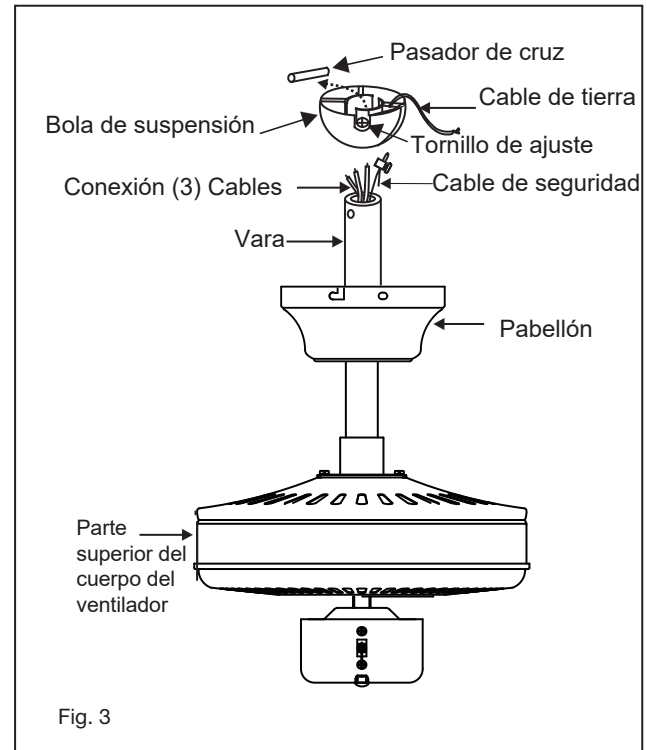

Fig. 3
- 7 Inserte 2 tornillos en el soporte del colgador, dejándolos parcialmente fuera (Fig. 3).
- 1 Deslice la cubierta del yugo y el dosel sobre la varilla. (Fig. 3)